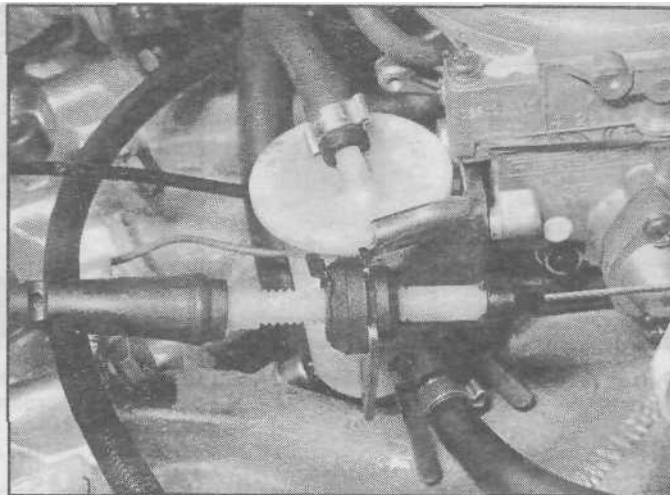

Рис. 10.4. Вытащите втулку троса из кронштейна
- 4 Вытащите втулку троса из кронштейна [см. рис. 10.4].